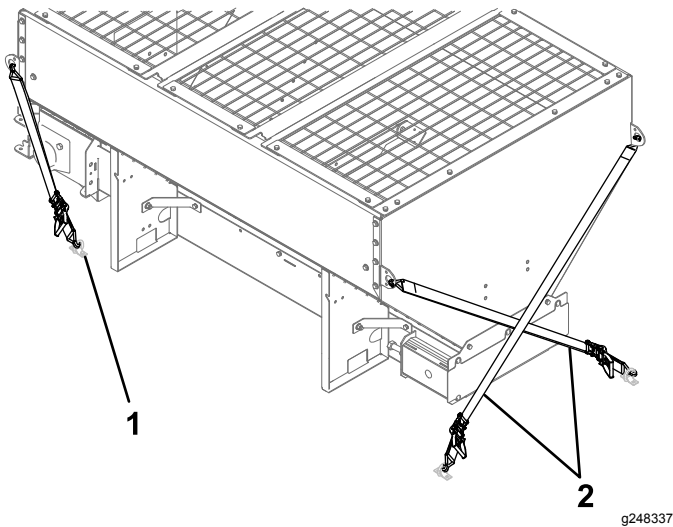

Bild 10
1. Befestigen Sie die Spanngurte um die obere Kante des Streuers an den D-Ringen (Bild 10).
2. Kreuzen Sie die Gurte in der Nähe der Fahrzeugkabine und befestigen Sie diese an den ihnen gegenüberliegenden D-Ringen auf der Ladefläche (Bild 10).
3. Befestigen Sie die Gurte am Heck des Fahrzeugs an den ihnen am nächsten liegenden D-Ringen auf der Ladefläche (Bild 10).